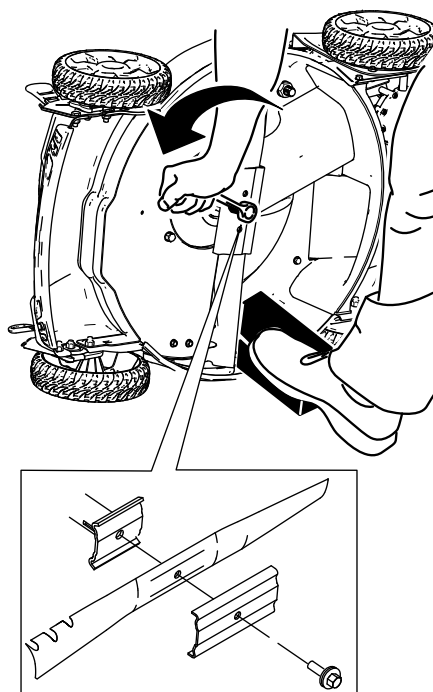

Рисунок 1
4. Используйте деревянную подкладку для неподвижного удерживания ножа (Рисунок 1).
5. Снимите нож, сохранив все крепежные детали (Рисунок 1).